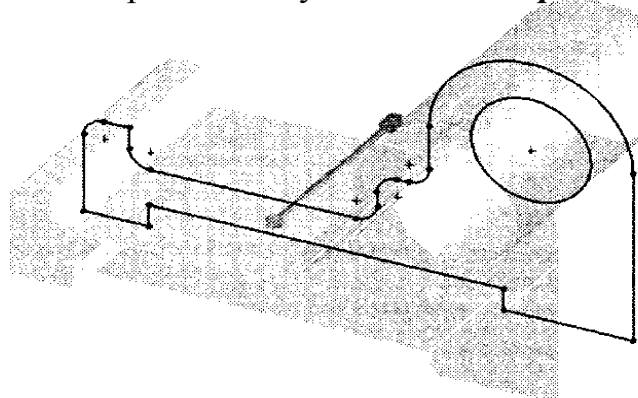

Рис. 3. Вид будущего элемента, создаваемого путем вытягивания с граничным условием **На заданное расстояние**
- ***На заданное расстояние***. Вариант выбран по умолчанию и определяя границу вытянутого элемента путем задания глубины вытягивания. Глубина вытягивания задается в счетчике *Глубина*, который отображается в этой *раздвижной* панели при выборе варианта *На заданное расстояние*. Можно изменить направление вытягивания на противоположное, щелкнув по кнопке ***Реверс направления***, расположенной слева открывающегося списка. На рис. 3 изображен вид будущего элемента, создаваемого путем вытягивания эскиза с граничным условием *На заданное расстояние*.